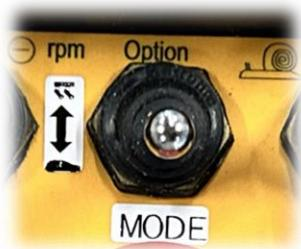

Fig.1
- Vérifier et basculer le bouton **MODE** de la télécommande vers le haut. (Fig. 1)